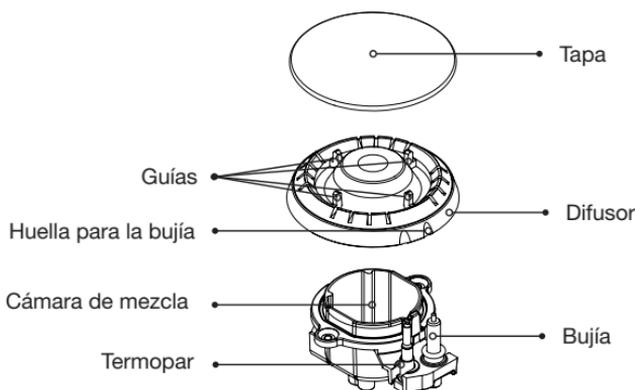

Fig. 21
Antes de iniciar el funcionamiento de los quemadores en el primer uso y cada vez que haga limpieza, verifique que la tapa esté centrada sobre el difusor ver fig. 21 a la 23 de la pag. 22
Para un óptimo funcionamiento de su cocina, los quemadores deben estar correctamente posicionados. Para la ubicación correcta de las partes de este quemador, debe tener en cuenta la identificación de los siguientes componentes (fig. 21):
1. Identifique los componentes del quemador tal como se muestra en la fig. 21 a 23. (Pág 22).